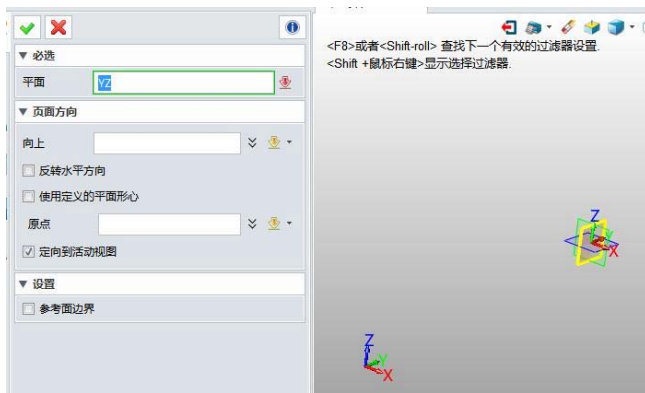

图 1.2.8
2. 单击草图命令, 在“创建草图”对话框中选择创建平面，如图 1.2.8 所示。